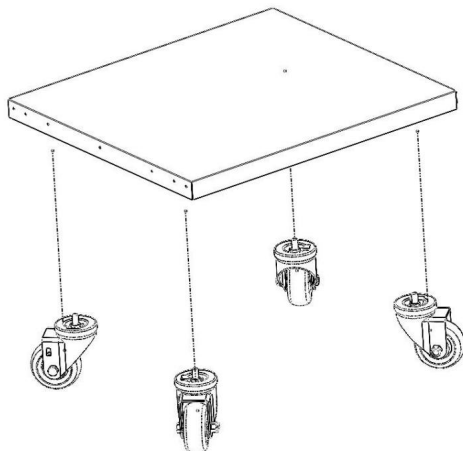

Figura 1
1. Posizionare le rotelle sul fondo del pannello inferiore, avvitarle con i dadi inferiori del rack. Stringerle con una chiave da 14 mm. Vedere Figura 1.